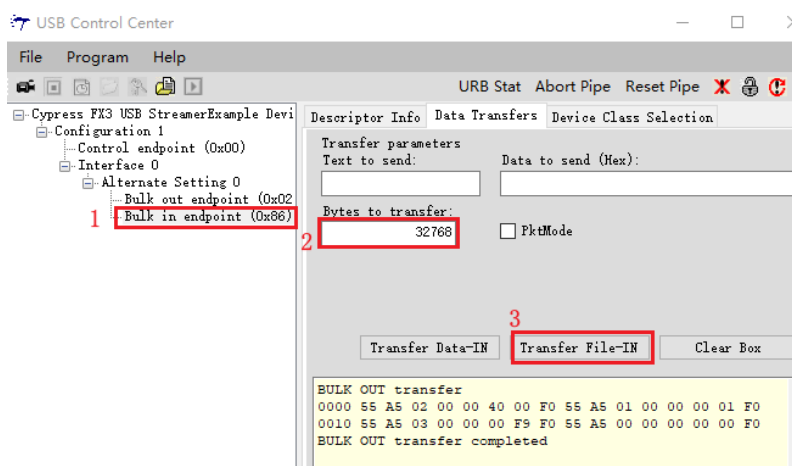

图 1-26 数据接收界面设置
7. 点击“Transfer File-IN”将采集到的数据以文件的形式保存，操作图 1-26 如下所示。